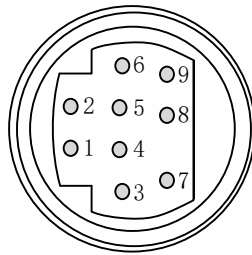

图 3-3-3 AUX I/O 引脚定义
- AUX I/O : 触发信号源，管脚图如图 3-3-3 所示。
AUX: 触发信号源, 管脚图如图 3-3-3 所示。